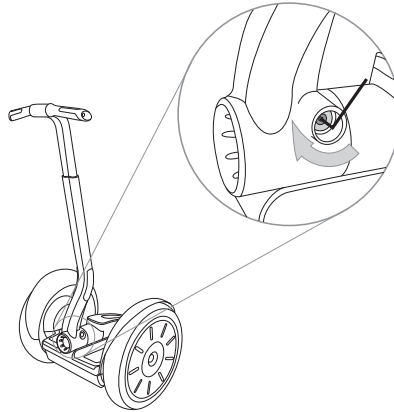

Abbildung 32. Anziehen der Befestigungsschraube für den LeanSteer-Rahmen
6. Ziehen Sie dann die Schraube auf 11,0 Nm an (siehe **Abbildung 32**).